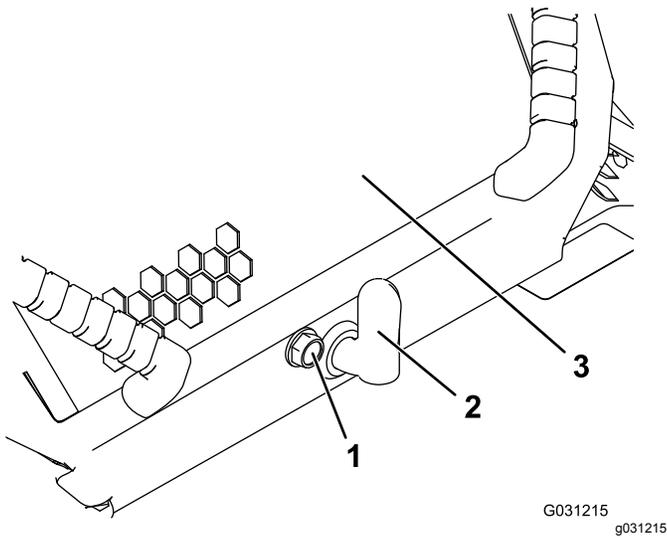

Bild 39
1. Lösen der Arretierschraube an der Motorhaube (Bild 39)
2. Drehen Sie den Motorhaubenriegel nach rechts (Bild 39).
3. Heben Sie die Griffe an und klappen die Motorhaube hoch (Bild 39).
3. Ziehen Sie die Arretierschraube der Motorhaube fest, um den Riegel zu arretieren (Bild 39).